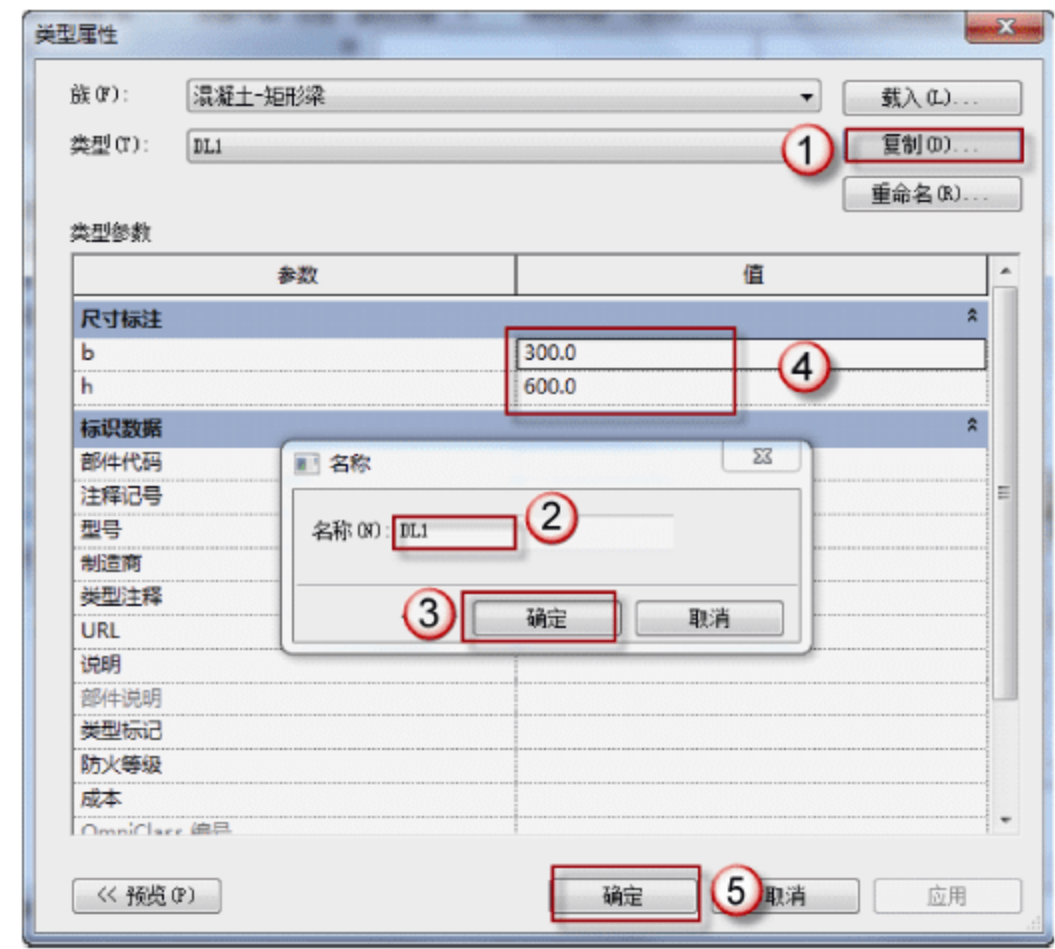

图 3.1.49 编辑 DL1 信息
(4) 设置 DL1。选择“结构”→“梁”→“编辑类型”命令，在弹出的“类型属性”对话框中，单击“复制”按钮，在弹出的对话框中输入 DL1，单击“确定”按钮。在“尺寸标注”栏中输入 b、h 的尺寸，单击“确定”按钮，如图 3.1.49 所示。